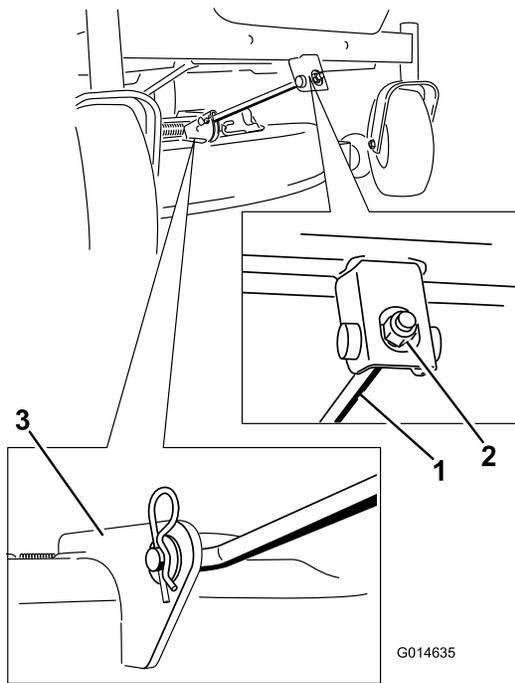

Figura 54
4. Remova o contrapino do gancho da barra de suporte da frente e remova a barra do suporte da plataforma (Figura 54). Baixe cuidadosamente a parte da frente da plataforma do cortador para o solo.
- Coloque a barra de suporte frontal na plataforma do cortador com o pino de segurança e contrapino do gancho (Figura 54).